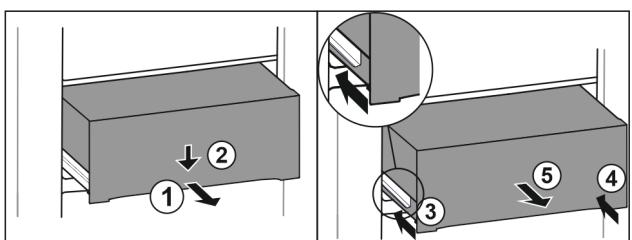

Fig. 106
- ▶ Изтеглете чекмеджето наполовина. *Fig. 106 (1)*
- ▶ Натиснете надолу чекмеджето от предната страна. *Fig. 106 (2)*
- ▶ Вкарайте лявата релса приблизително 2 см навътре. *Fig. 106 (3)*
- ▶ Вкарайте дясната релса приблизително 2 см навътре. *Fig. 106 (4)*
- ▶ Извадете чекмеджето напред. *Fig. 106 (5)*